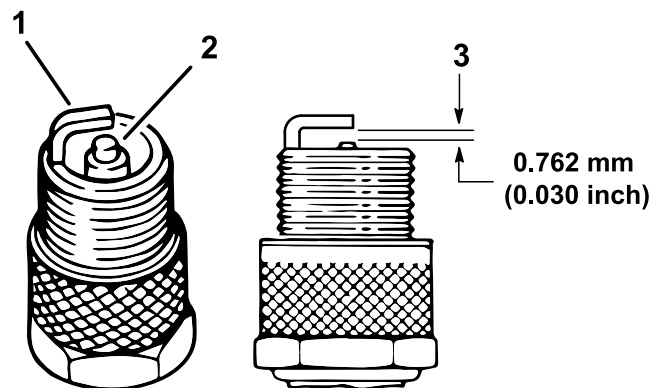

Bild 46
die zentrale Elektrode, um sicherzustellen, dass nirgendwo Defekte aufgetreten sind (Bild 46).
5. Stellen Sie den Abstand zwischen der mittleren und seitlichen Elektrode auf 0,762 mm ein, wie in Bild 46 abgebildet.